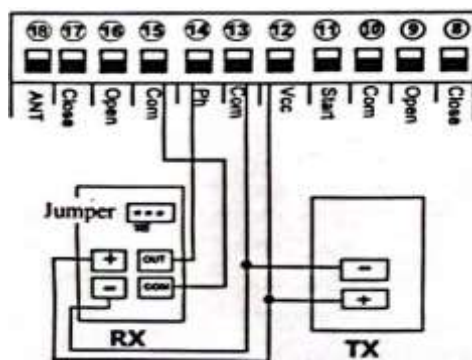

Fig. 10
6.5 Conexión al sensor infrarrojo. (Ver Fig. 10)